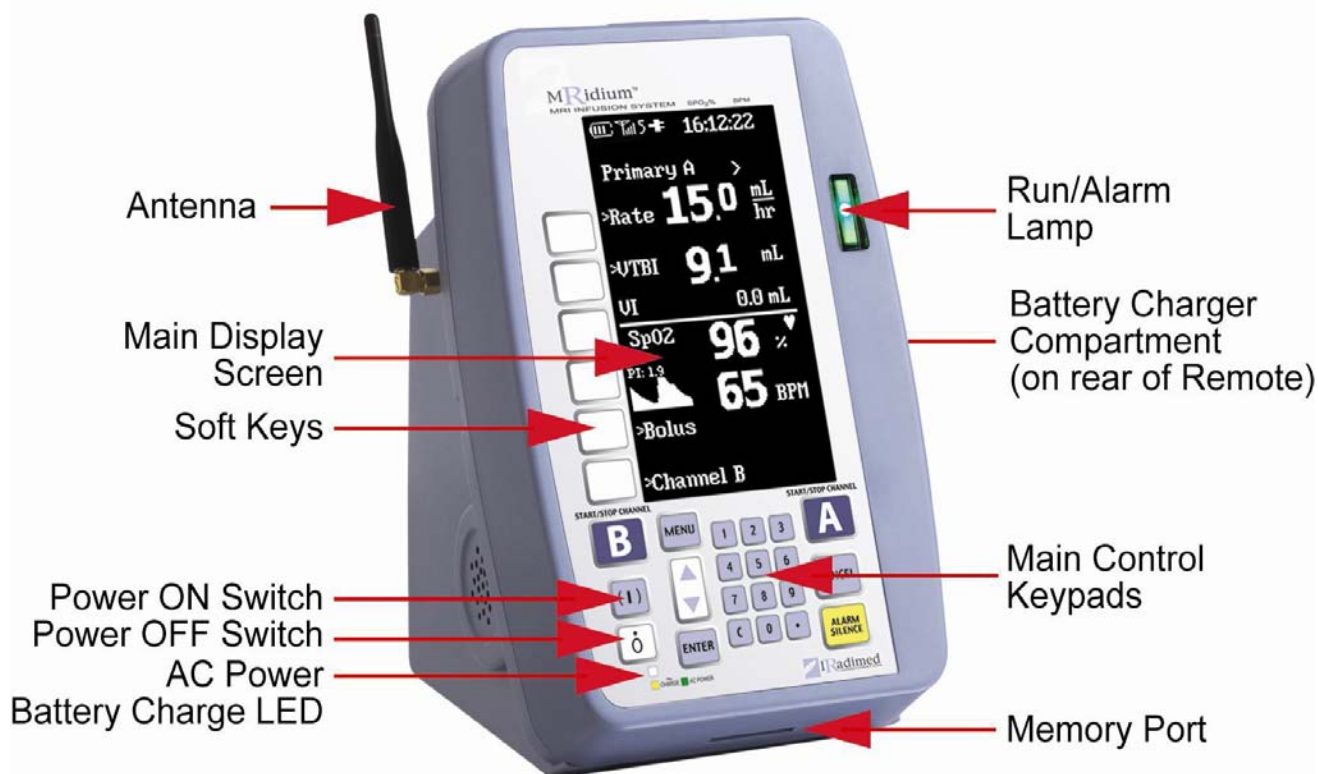

Figura 1-5. Parte anteriore del Caricatore / Display remoto 3865
1.1.5 Parte anteriore del Caricatore/Display remoto. Vedere la Figura 1-5 per la posizione dei componenti principali presenti nella parte anteriore del Caricatore/Display remoto 3865.